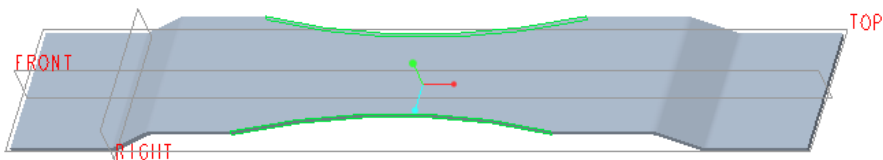

图 6-156 切除材料 (创建钣金件切口)
(4) 默认的侧 1 深度选项为“到下一个”，单击 (将拉伸的深度方向更改为草绘的另一侧) 按钮来获得所需的深度方向。
(5) 在“拉伸”选项卡中单击  (完成) 按钮, 完成该切除操作的钣金件模型如图 6-156 所示。